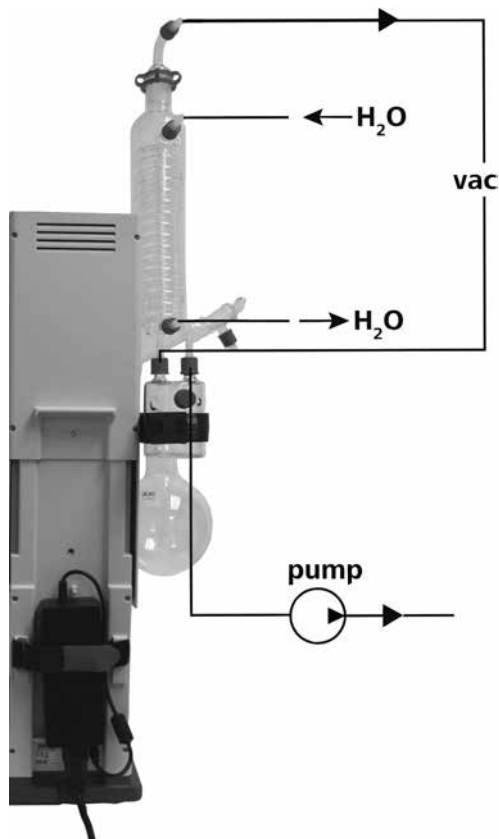

Fig. 20
- 逆流原理に従って、水ホース (H2O) をクーラー に接続します (Fig. 20)。